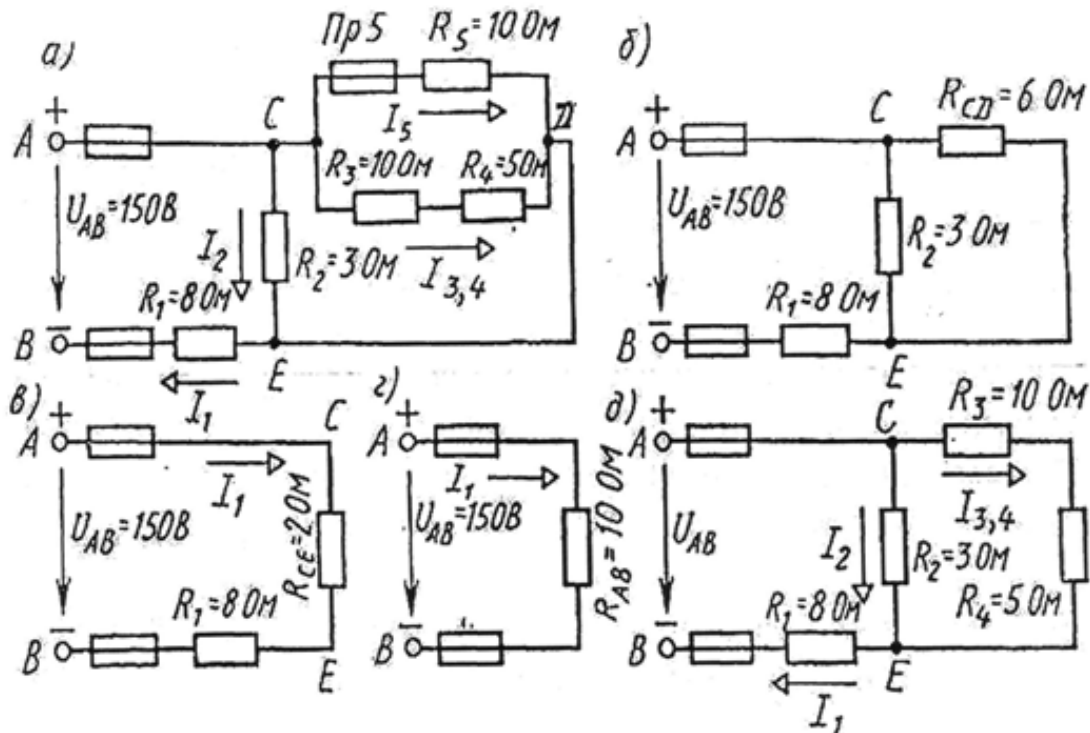

Рисунок 1
**Пример 1.** Для схемы, приведенной на рис. 1 а, определить эквивалентное сопротивление цепи  $R_{AB}$  и токи в каждом резисторе, а также расход электроэнергии цепью за 8 ч работы.
$$R_{CD} = (R_3 + R_4) \cdot R_5 / (R_3 + R_4 + R_5) = (10 + 5) \cdot 10 / (10 + 5 + 10) = 6 \text{ Ом (рис.1 б).}$$
$$R_{CE} = R_{CD} \cdot R_2 / (R_{CD} + R_2) = 6 \cdot 3 / (6 + 3) = 2 \text{ Ом (рис. 1 в).}$$
$$R_{AB} = R_1 + R_{CE} = 8 + 2 = 10 \text{ Ом (рис. 1 г).}$$